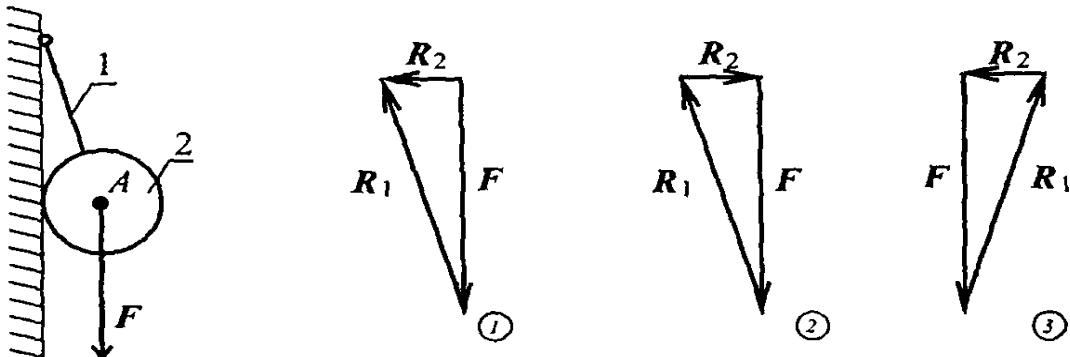

Рис. 2.8
2. Из представленных силовых треугольников выберете треугольник, построенный для точки A (рис. 2.8, 2.9).
Шар подвешен на нити и находится в равновесии. Обратить внимание на направление реакции от гладкой опоры и условие равновесия шара (рис. 2.8).